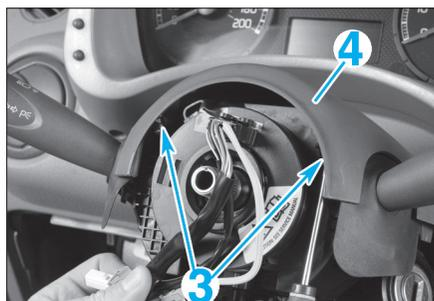

FIG. 4
- Déposer les vis de fixation (3) de la garniture supérieure (4) (Fig.4).